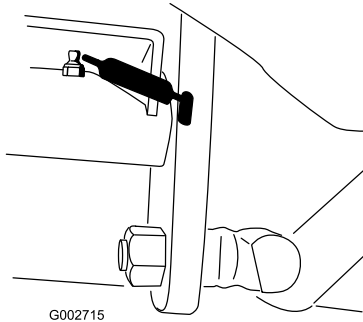

Bild 20
- Fahrpedal-Drehzapfen (1) (Bild 20)